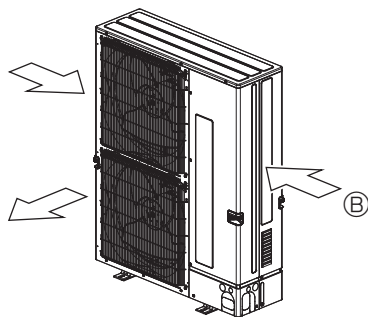

Fig. 2-6
- 3 Jeśli to możliwe, należy tak ustawić jednostkę zewnętrzną, aby kierunek wylotu powietrza był prostopadły do kierunku wiatru w danej porze roku. (Fig. 2-6)